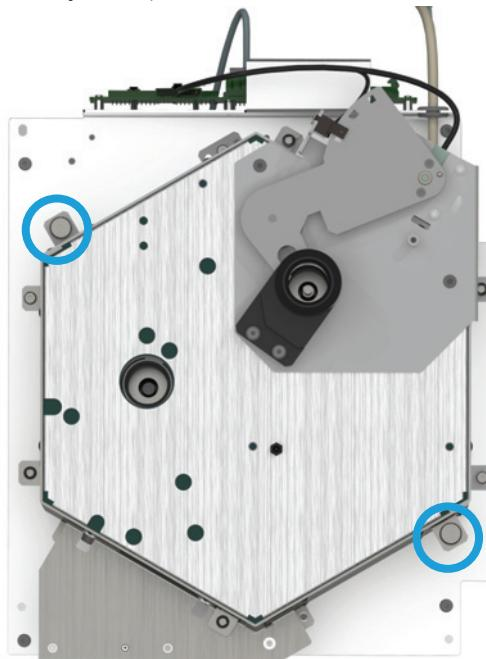

Figura 13. Afloje los tornillos de la unidad superior del horno
- b** Afloje completamente los dos tornillos cautivos T-20 Torx (Figura 13).